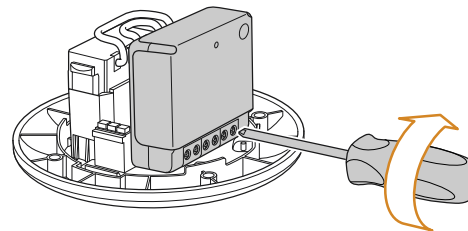

Imagen 2
- 3 Atornille los 6 tornillos del módulo, véase la imagen 2.